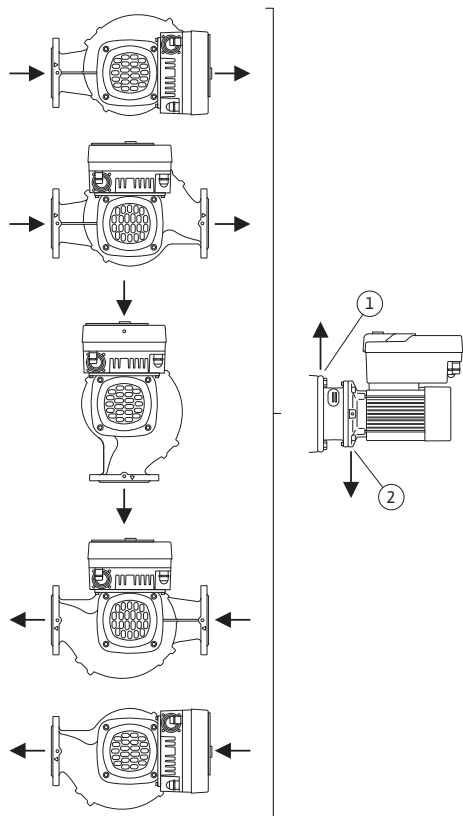

Fig. 17: Tilladte installationspositioner med vandret akse
- Ved vandret motoraksel er det nødvendigt, at kondensathullet vender nedad (Fig. 17, pos. 2). Det kan være nødvendigt at dreje motoren.